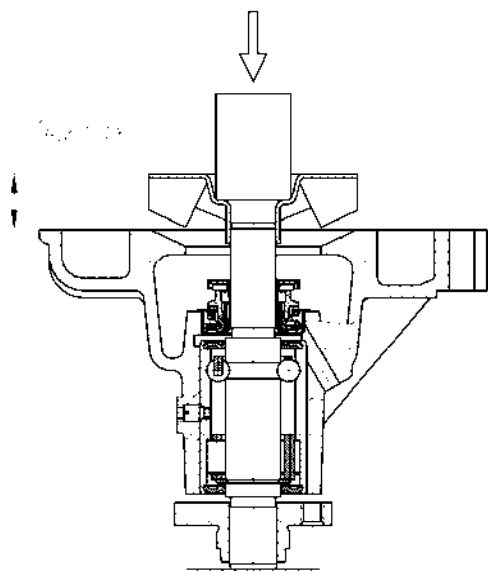

Рис.97. Напрессовка крыльчатки
- напрессовать крыльчатку на валик подшипника, выдержав размер между торцом крыльчатки и торцом корпуса насоса не более 14,2 мм (рис.97). **Не допус-**